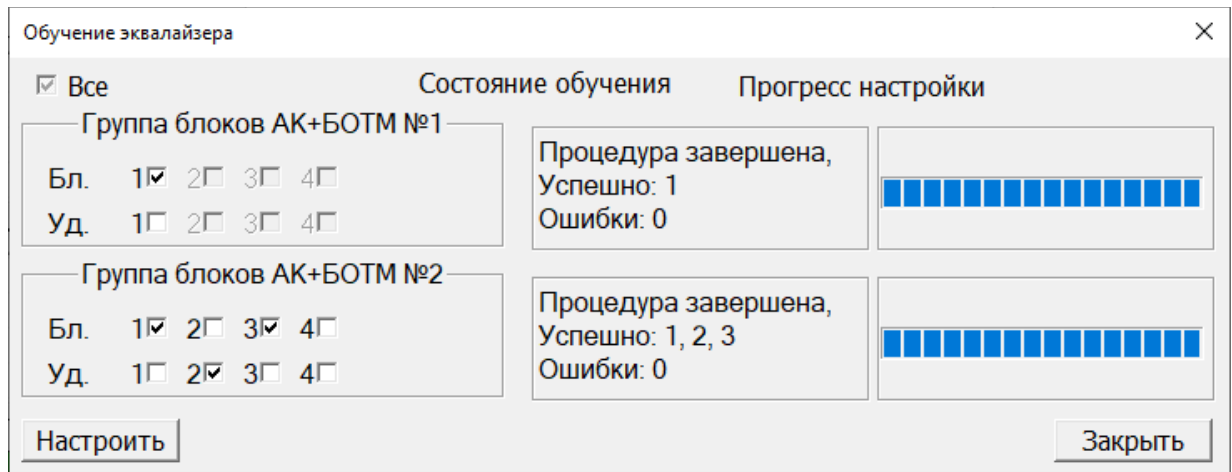

Рисунок 4.90. Завершение настройки эквалайзера
- завершение настройки (рис.4.90).
После завершения обучения кнопка “Настроить” активируется, и на экране сохраняется результат настройки эквалайзера (рис. 4.90).